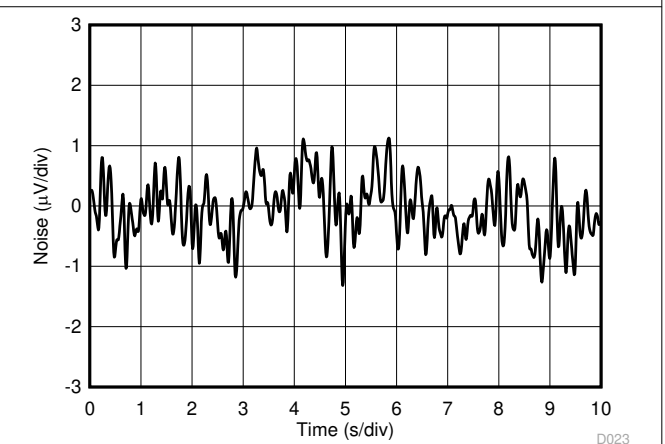

图 7-24. 0.1-Hz to 10-Hz RTI Voltage Noise
0.1-Hz to 10-Hz RTI Voltage Noise, $G = 1$	图 7-24